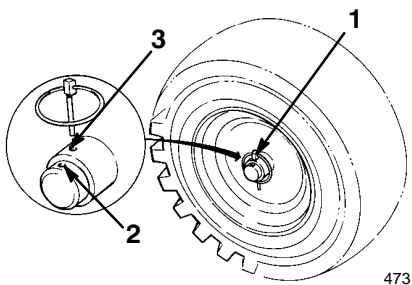

Figure 4
8. Glissez les roues vers l'intérieur et insérez les goupilles d'essieu dans les trous du moyeu et le trou **intérieur** de l'essieu (Fig. 4).